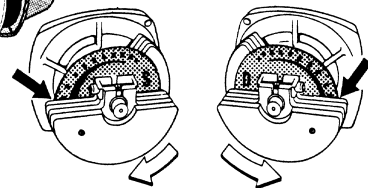

Fig.27
Nelle applicazioni dove si deve accertare il senso di rotazione (B Fig. 27).
- Togliere un coperchio masse (A Fig. 27);
In installations where the rotation direction must be ascertained (B Fig. 27):
- Remove a weight cover (A Fig. 27).
Dans les applications où il faut s'assurer du sens de rotation (B Fig. 27):
- Enlever un couvercle masses (A Fig. 27);
Beiden Installationen, bei denen die Drehrichtung (B Fig. 27) festgestellt werden muß, wie folgt vorgehen:
- Den Deckel der Unwuchtmassen (A Fig. 27) abnehmen.
En las aplicaciones que los exijan controlar el sentido de rotación (B Fig. 27).
- Quitar una tapa masas (A Fig. 27);